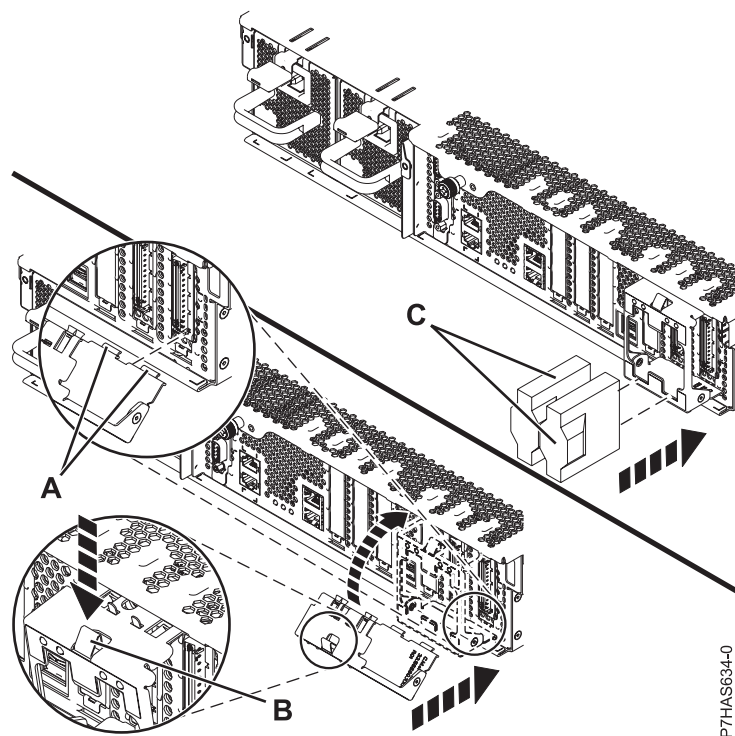

Figura 13. Substitució de la peça de retenció del cable
8. Si es proporciona la peça de subjecció de retenció de cables, que es mostra a Figura 13 a la pàgina 15, completeu els passos següents:
- a. Inclineu la peça de retenció del cable (A), que es mostra a la Figura 13 a la pàgina 15, fins a enganxar la pestanya de la part inferior de la peça a la ranura del conjunt de l'adaptador.
- b. Feu pivotar la peça de retenció del cable cap al xassís i premeu la brida de la peça de retenció (B) al forat del xassís per assegurar la peça.
9. Des de la part posterior del sistema, connecteu els cables de l'adaptador (C).